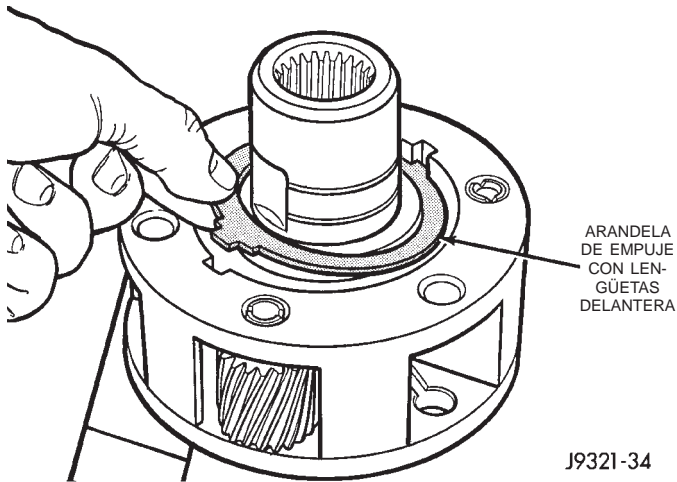

Fig. 37 Desmontaje de la arandela de empuje con lengüetas delantera
(3) Retire la arandela de empuje con lengüetas delantera (Fig. 37).